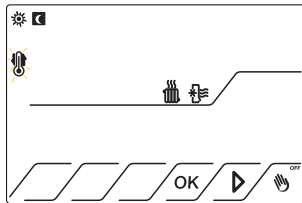

Fig.14
7.1.3 Premere il tasto  fino a posizionarsi sull'icona  che comincerà a lampeggiare fig.14